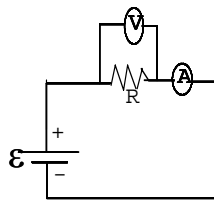

Figura 1
1. En la base para armar circuitos conecte la resistencia comercial y la fuente eléctrica, tal como se muestra en la figura 1, cerciorándose de que se encuentre apagada y con la perilla reguladora en cero volts.
3. Bajo las condiciones indicadas, conecte el amperímetro en serie como se muestra en la figura 1.